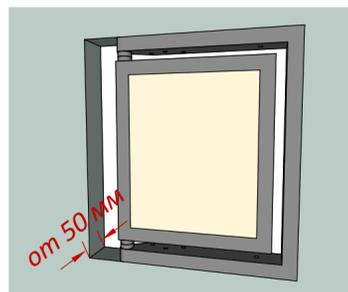
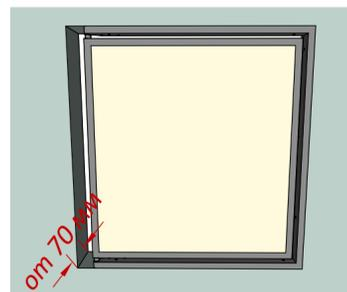

Рис. 1
Рис. 2
- Глубина (толщина) проёма должна быть: для люков менее 600*600 мм = минимум 50 мм (рис.1); для люков более 600*600 мм = минимум 70 мм (рис.2).
2. Учитывайте особенность расположения плитки на створке люка со стороны петель, она должна выступать на 40 мм (Рис.1) и при открывании люка эти 40 мм будут входить в проём (Рис.2) на 70 мм от лицевой плоскости люка без клея и плитки (Рис.3). Сам проём расширяем со стороны петель на 50 мм (Рис.4). Эти 50 мм покрывают: